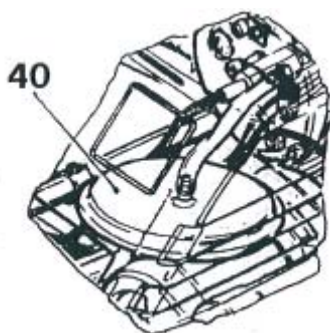

РИС.14
## ВЫКЛЮЧАТЕЛЬ ДАВЛЕНИЯ ВОЗДУХА (40) (Рис. 14)